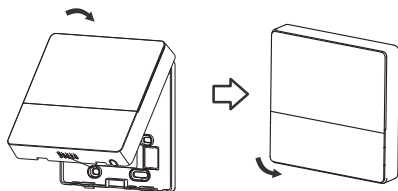

Fig 3-13
- Dopo aver regolato il coperchio superiore e quindi agganciare il coperchio superiore; evitare di pizzicare i fili durante l'installazione. (Fig. 3-13)